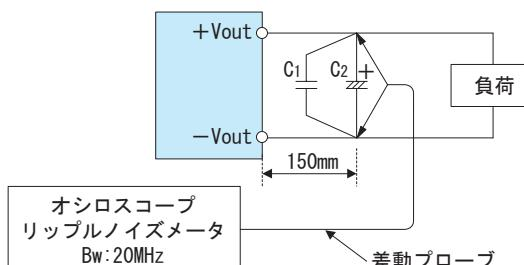

図2.1 出力リップル・リップルノイズ測定方法
■測定環境によって出力リップルノイズに影響を及ぼす場合がありますので、図2.1に示す測定方法を推奨します。